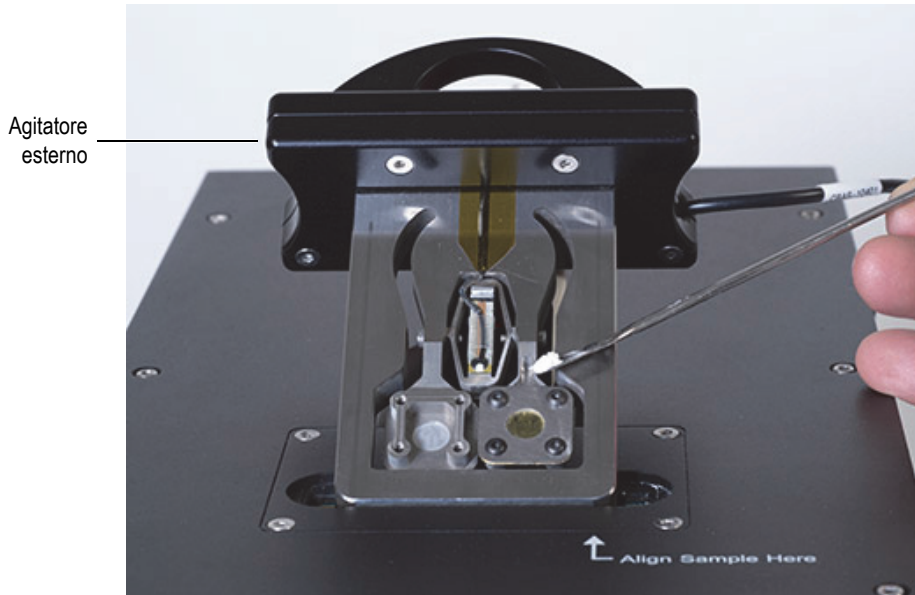

Figura 3-14 Caricamento del campione
2. Inserire il portacampione nell'agitatore esterno e caricare gradualmente una quantità ridotta di materiale, sufficiente a riempire lo spazio creato dal distanziatore, nella cella sul lato A (vedi Figura 3-14 a pagina 55).